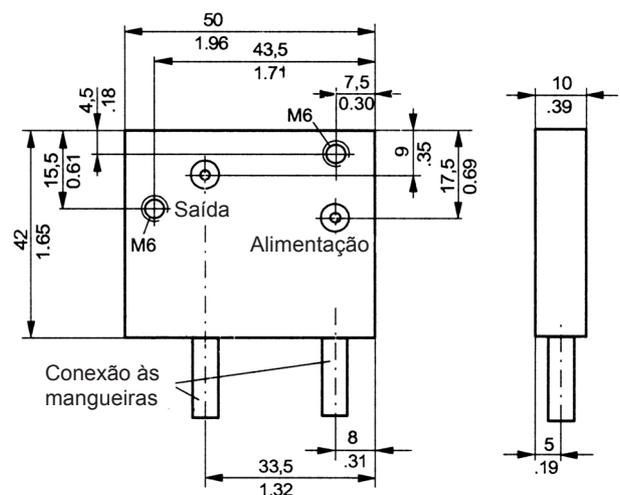

Fig. 32: Adaptador de teste para conversor I/P
- Remova o conversor I/P **91** do bloco de conexões **90** (2 parafusos M6), conecte-o ao adaptador (fig. 32) e faça as conexões elétricas conforme mostrado na figura 30.